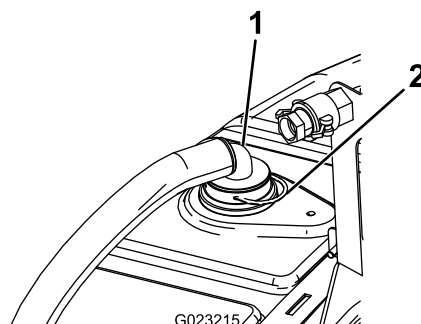

図 16
- 90° フィッティングのついたホースの端部を、先ほど取り付けたバルクヘッドに、リテーナフォークを使って取り付ける (図 16)。